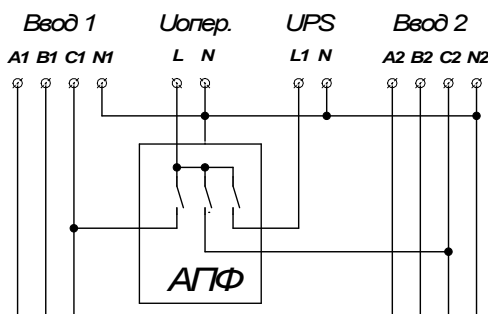

Рис.10 Схема получения оперативного питания с использованием АПФ и UPS
5.2.4. Схема получения оперативного питания с использованием автоматического переключателя фаз (АПФ) и UPS. Пример схемы изображен на рис. 10. Это наиболее надежное и эффективное решение.